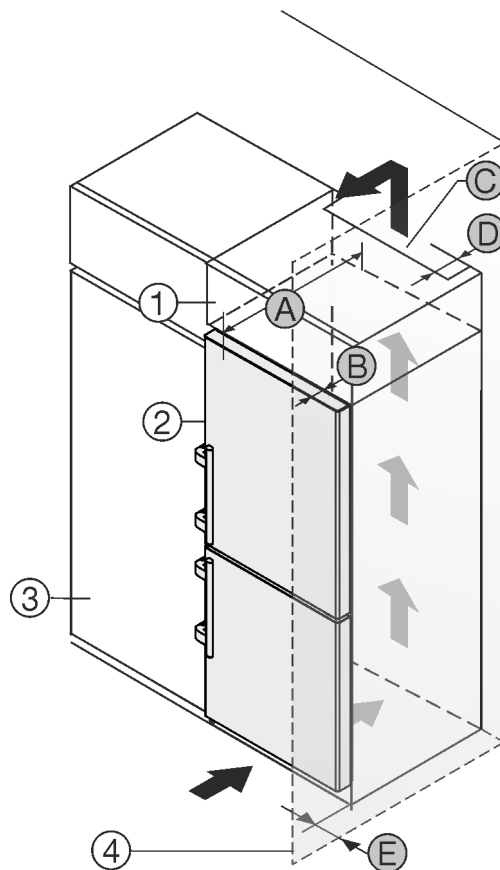

Fig. 47
A készüléket körbe lehet építeni konyhaszekrényekkel. Rá lehet szerelni Fig. 47 (2) egy rátétszekrényt, hogy a készüléket a konyhabútorok magasságához Fig. 47 (1) igazítsa.
A készüléket közvetlenül a konyhaszekrény Fig. 47 (3) mellett is felállíthatja. Ahhoz, hogy az ajtókat teljesen ki tudja nyitni, a készüléknek a konyhaszekrény elülső oldalához képest legalább a mélységnek Fig. 47 (B) megfelelően ki kell állnia. A konyhaszekrények mélységétől és a fali távolságtartók használatától függően a készülék nagyobb mértékben is kiállhat.
- A rátétszekrény hátoldalán egy mélységű Fig. 47 (D) szellőző aknát kell a rátétszekrény teljes szélességében kialakítani.
- A mennyezett alatt be kell tartani a szellőző keresztmetszetet Fig. 47 (C).
Mikor a készüléket a csuklópántokkal egy fal Fig. 47 (4) mellett állítja fel, akkor a készülék és a fal közti távolságot Fig. 47 (E) be kell tartani. Ez nyitott ajtó esetén megfelel a fogantyú túlnyúlásának.